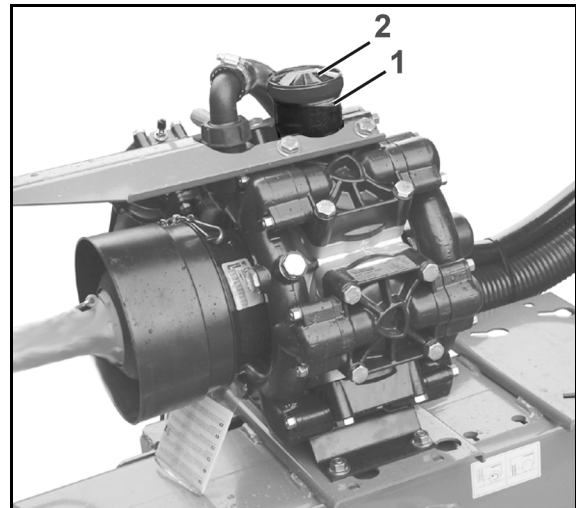

Fig. 187
1. Kontrollieren, ob der Ölstand an der Markierung (Fig. 187/1) bei nicht laufender und waagrecht stehender Pumpe sichtbar ist.
3. Den Deckel (Fig. 187/2) abnehmen und Öl nachfüllen, wenn der Ölstand an der Markierung (Fig. 187/1) nicht sichtbar ist.
2. Deckel (Fig. 187/2) abnehmen.
5. Antriebswelle wechselweise nach rechts und links drehen und neues Öl langsam auffüllen. Die korrekte Ölmenge ist eingefüllt, wenn das Öl an der Markierung (Fig. 187/1) sichtbar ist.